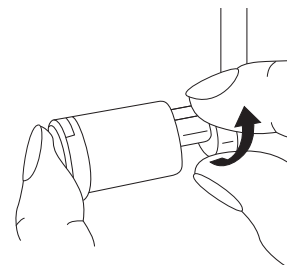

Abb.100
2. Stellen Sie das Obermesser ⑮ in Ruhelage (Abb. 100).